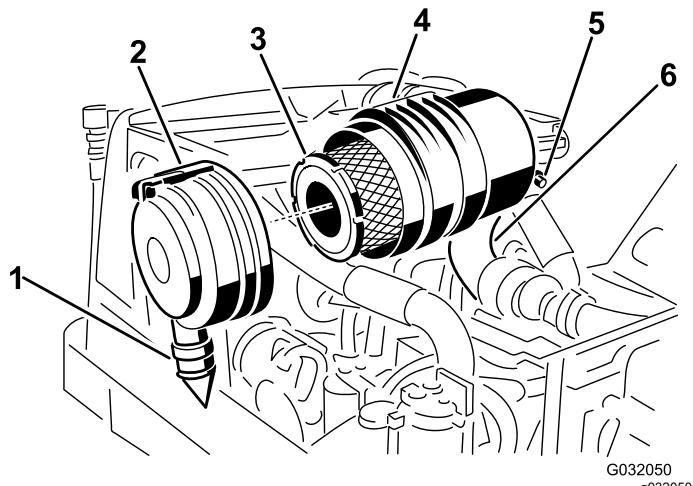

Figura 48
2. Togliete il filtro primario dell'olio (Figura 48).
3. Sostituite il filtro primario dell'olio (Figura 48).
ore 5 e le ore 7 vista dall'estremità e fissate il fermo (Figura 48).